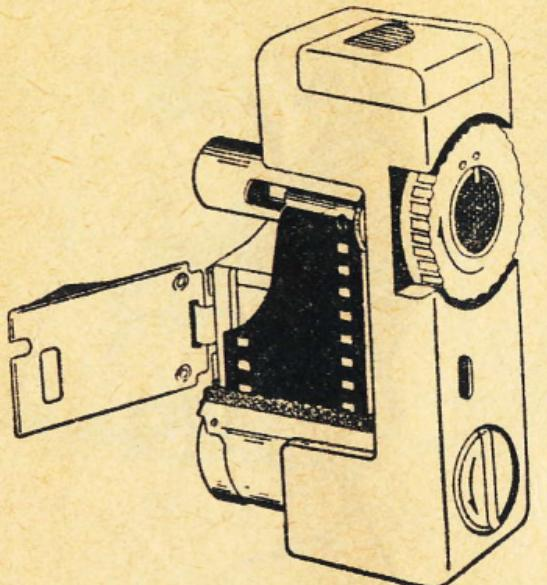

Рис. 7.
5.1.3. Открыть прижимной столик 19, установить кассету с фотопленкой в фотоаппарат. Вставить конец фотопленки в прорезь приемной катушки 16 так, чтобы он вышел через противоположную прорезь катушки. Убедиться в том, что фотопленка лежит на полозках филькового канала без перекосов, а зуб приемной катушки и зубья звездочки 15 входят в перфорации фотопленки (рис. 7).